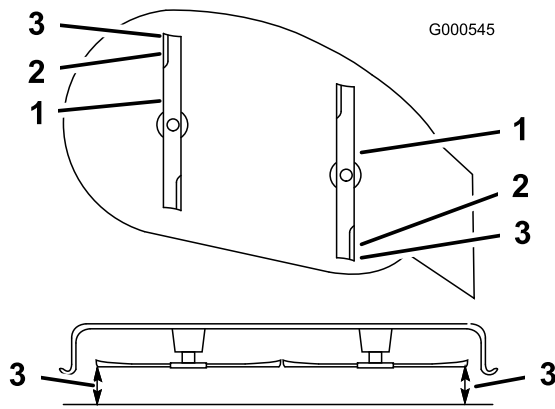

Bild 46
- Stellen Sie die Schnitthöhe auf die Stellung **D** (76 mm) und drehen Sie die Messer vorsichtig, sodass sie nach vorne und hinten zeigen (Bild 46).
- Messen Sie zwischen der Messerspitze vorne und hinten und der ebenen Fläche (Bild 46). Stellen Sie, wenn die vordere Schnittmesserspitze nicht um 1,6 – 7,9 mm tiefer liegt als die hintere, die vorderen Sicherungsmuttern ein.